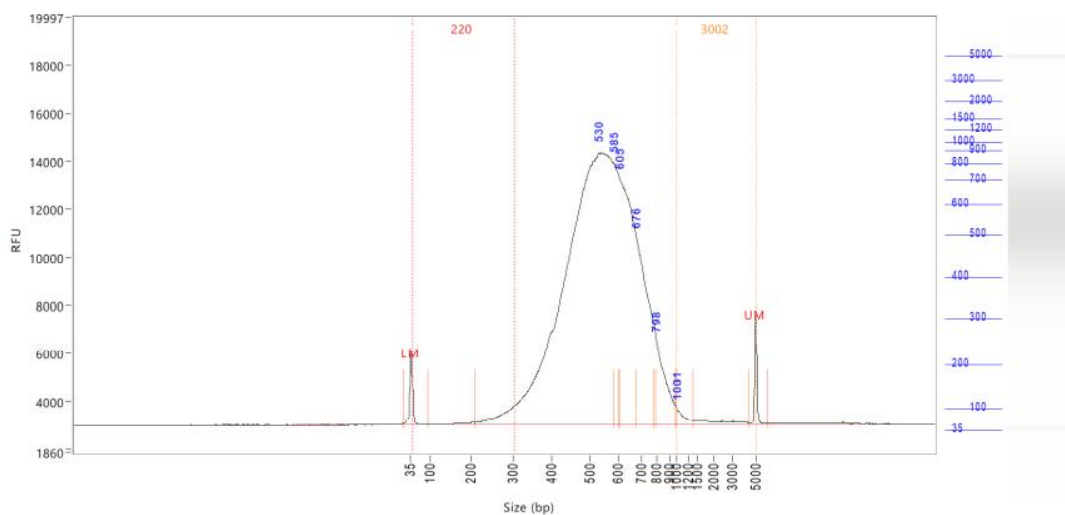

图 4 文库质检图
3. 质检图参照图 4,主峰片段范围须在 400bp-700bp 之间,900bp-5000bp 占比<10%。若存在 200bp 左右小尖峰凸起,可 0.8 $\times$ 纯化后送测。